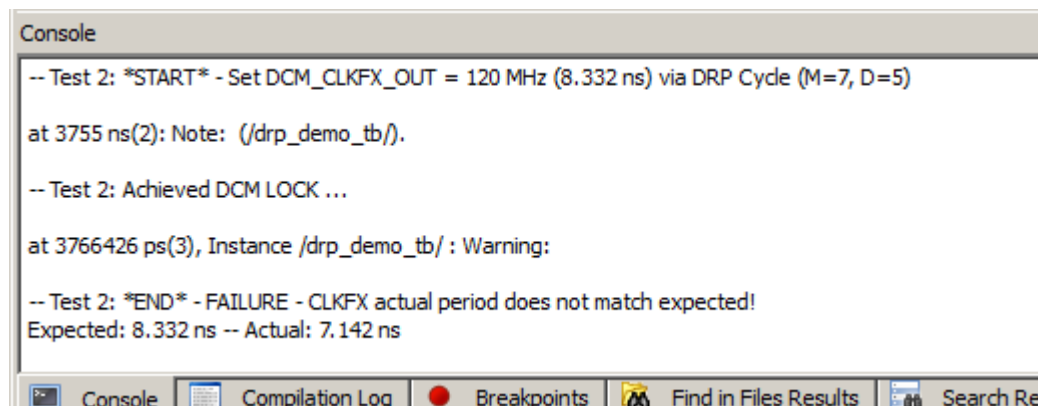

図 4-12 : [Console] パネル
3. [Console] パネルでテストベンチから出力されたメッセージを確認します (図 4-12)。